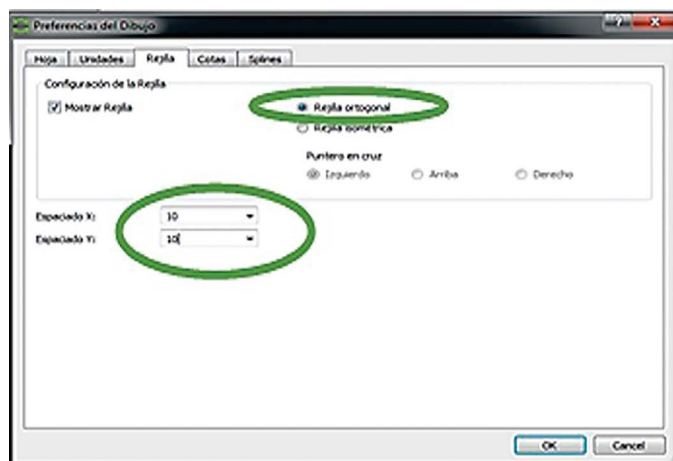

Fig. 9.19 Preferencias de la opción 'Rejilla'
- c) En 'Rejilla', con la opción 'Mostrar rejilla ortogonal' activada, mantienes el espacio entre X y Y: Espaciado X: 10 y Espaciado Y: 10, que por defecto trae el LibreCAD (fig. 9.19).